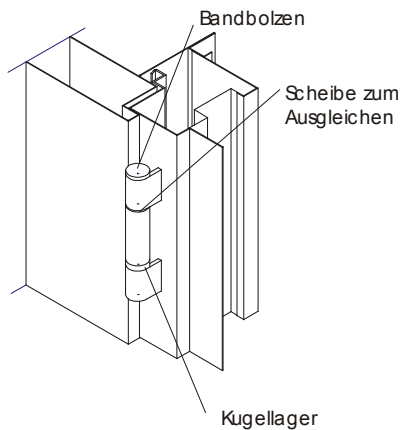

Bild 2.0
- 2.4 Zarge nach dem bauseitigen Meterriß ausrichten. Band- und Kopfsteg senk- und waagrecht ausloten, verkeilen und befestigen. Vom 3-teiligen Konstruktionsband die Bandbolzen einfetten und Türblatt einhängen. (Bild 2.0). Schlosssteg nach Türblatt ausrichten und befestigen. Bänder gegebenenfalls nachkröpfen. (Türluft 4 ± 1 mm kontrollieren!)